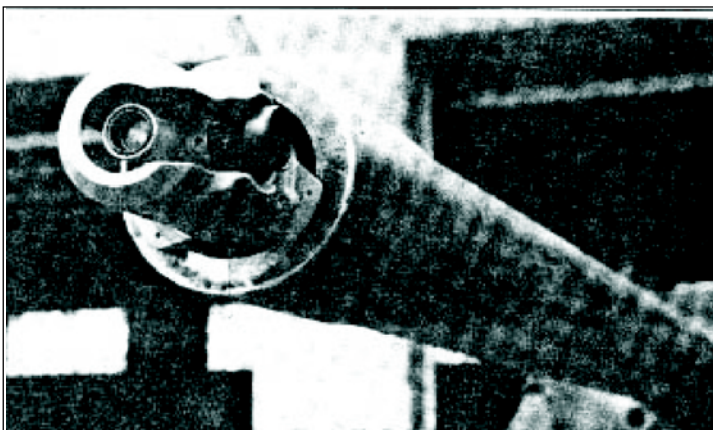

Fig 7-30. Colocação da luneta Wild na boca do tubo
- 2) coifa de proteção da cabeça ótica, dotada de três superfícies de referência que se apoiam na parede vertical da boca do tubo (Fig 7-30);